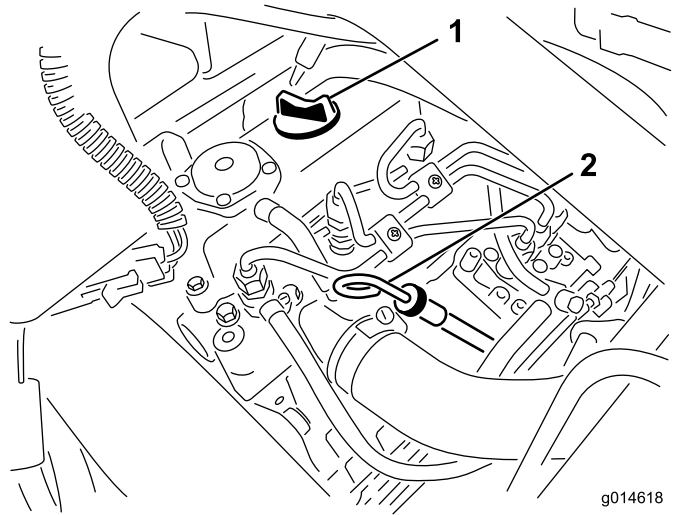

図 34
2. ディップスティックを抜き、ウェスで一度きれいに拭く(図 34)。